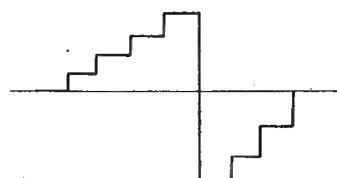

Figure 23 Abb. 23
13. R691 auf eine Wellenform nach Abbildung 23 einstellen.